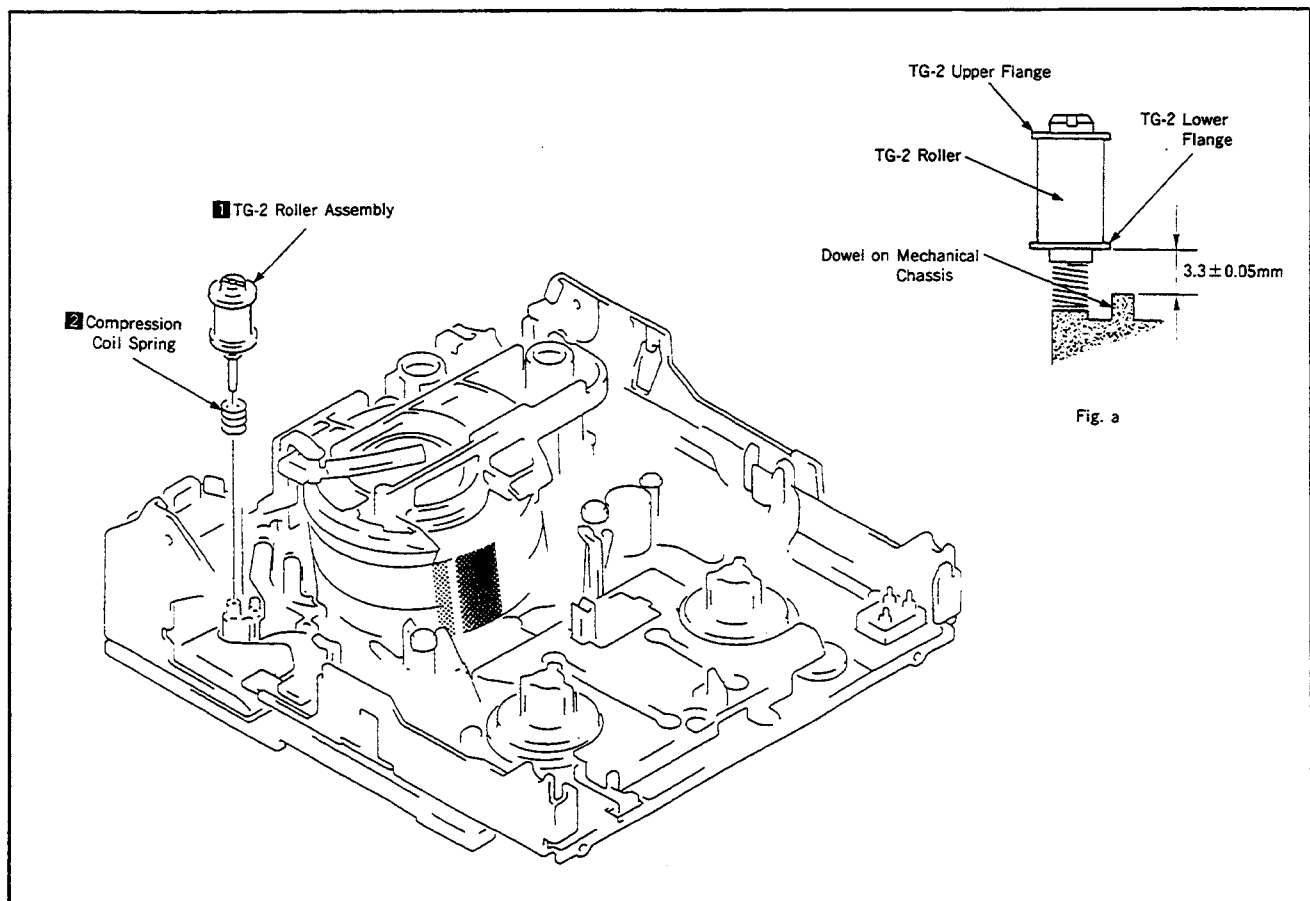

Fig. 19
3. TG-2 ROLLER ASSEMBLY (Fig. 19)